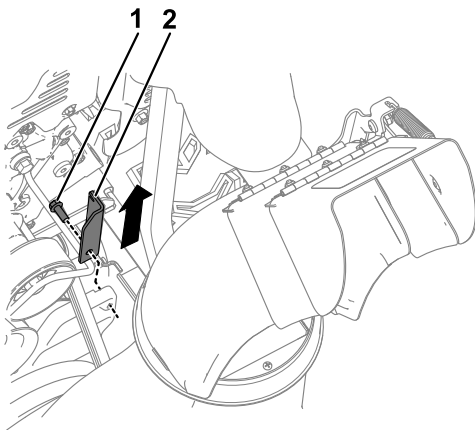

**Figure 2**
3. Décrochez le ressort de la plaque de commande de déplacement existante (Figure 2).